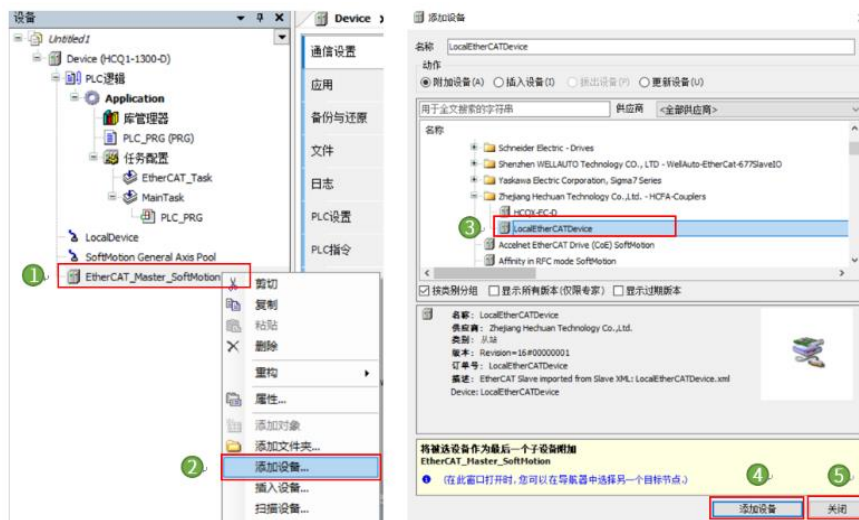

图13-8 添加LocalEtherCATDevice
2. 右击上步添加的【EtherCAT_Master_SoftMotionm】，选择【添加设备】。在弹出的页面中选择【LocalEtherCATDevice】，点击【添加设备】，添加完成后点击【关闭】，如图13-8所示